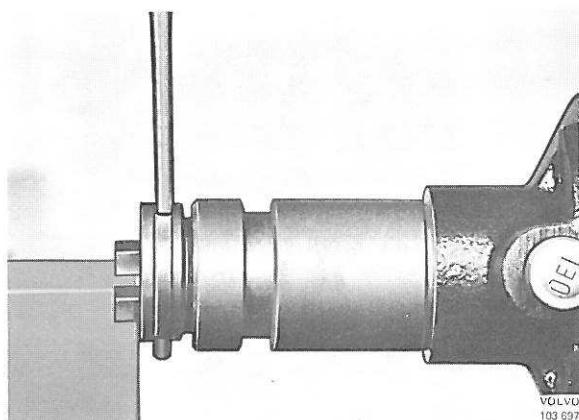

Fig. 3-41. Enlèvement d'entraîneur
- Faire sortir la goupille, fig. 3-41, enlever l'entraîneur et retirer l'arbre de distributeur vers le haut.